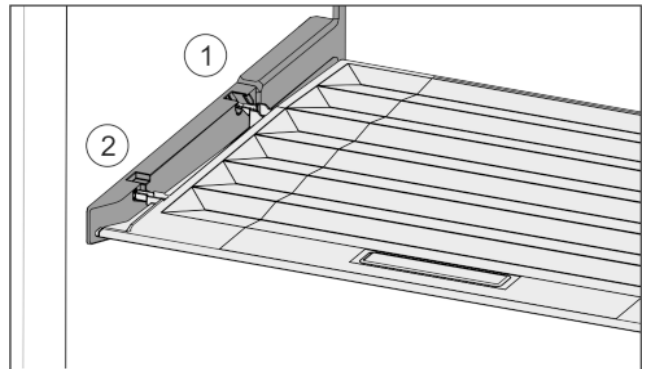

Fig. 36
- ▶ Introduzca los nervios de la tapa por la abertura del soporte trasero Fig. 36 (1) y encájelos por delante en el soporte Fig. 36 (2).